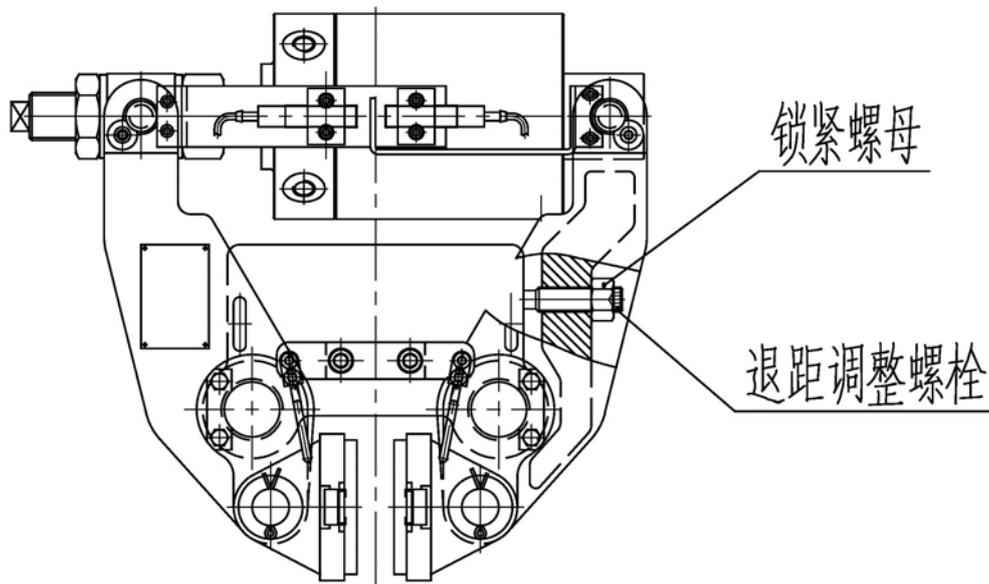

图 2.4-13 制动器调整图
- 逆时针旋转制动臂两侧锁紧螺母，使之松退（参见图 2.4-13）；
- 逆时针旋转间隙较小侧的退距调整螺栓，使之松退且到安装底座侧面有足够的间隙（参见图 2.4-13）；
(4) 制动器开关调整